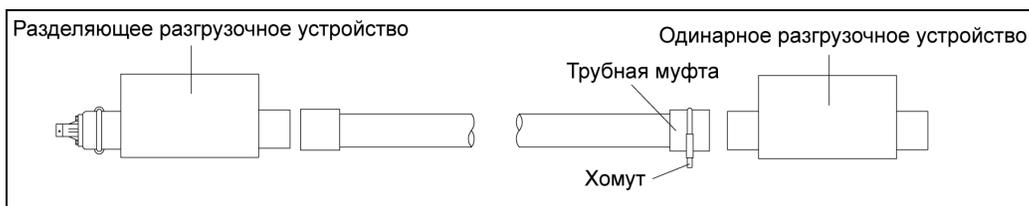

Рисунок 5I Установка тандемной системы
4. Наденьте соответствующую трубную муфту на обрезанный конец прямой трубы. Расположите прямую трубу в предназначенном для эксплуатации месте. Надвиньте трубную муфту на входной патрубок проходного разгрузочного устройства и затяните хомутом. См. рис. 5I.